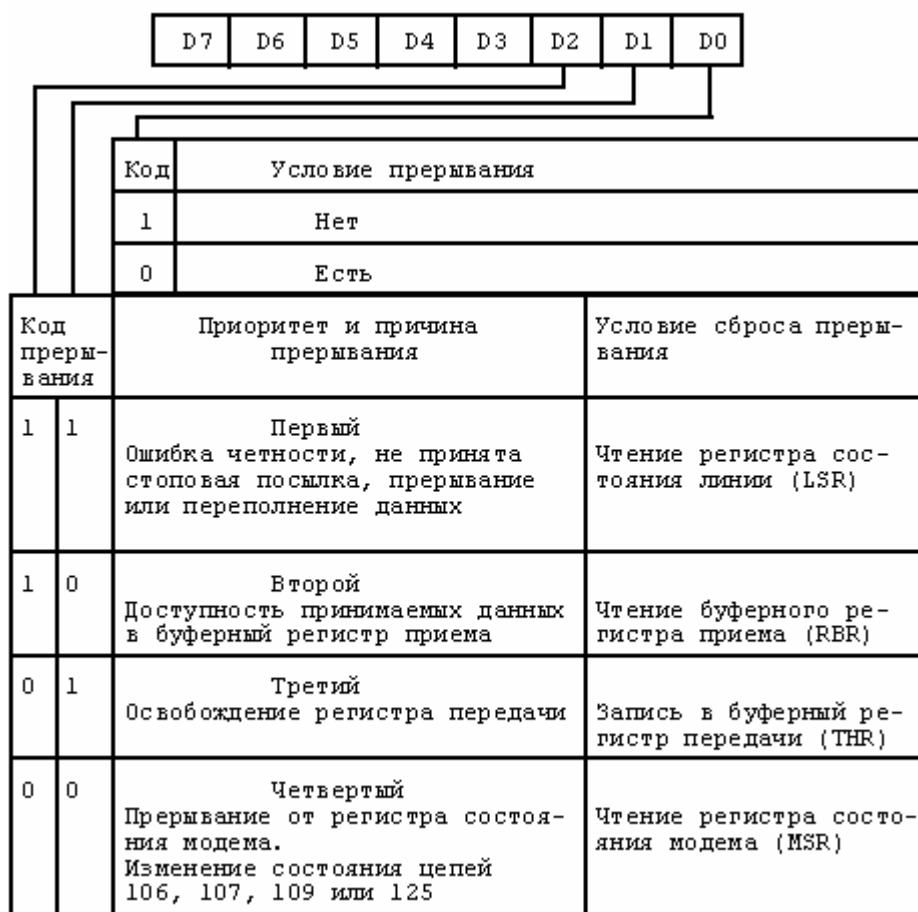

Рис. 2. Формат регистра идентификатора прерываний (IIR) 3FAh (2FAh)
Регистр идентификатора прерываний (IR) хранит код условия прерывания и признак запроса прерывания. Регистр доступен только по чтению и позволяет получить информацию от контроллера о ждущем прерывании. Регистр имеет восемь разрядов (D3-D7 не используются и заполнены нулями). Формат регистра идентификатора прерываний приведен на рис. 2.